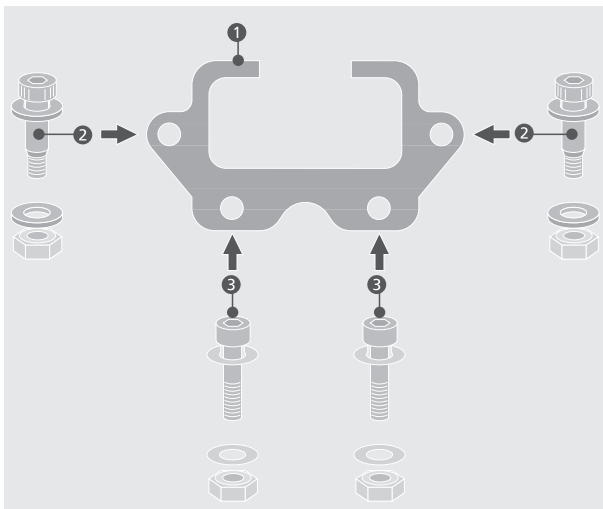

Abbildung 5.3
- Flansche (1) deckungsgleich aneinanderhalten, Passschrauben (2) möglichst von Hand einstecken; bei Bedarf vorsichtig mit einem kleinen Gummihammer nachhelfen. Schraubenmuttern aufdrehen. Zylinderschrauben (3) von Hand einstecken und Schraubenmuttern aufdrehen. Unterlegscheiben verwenden. (Abb. 5.3)